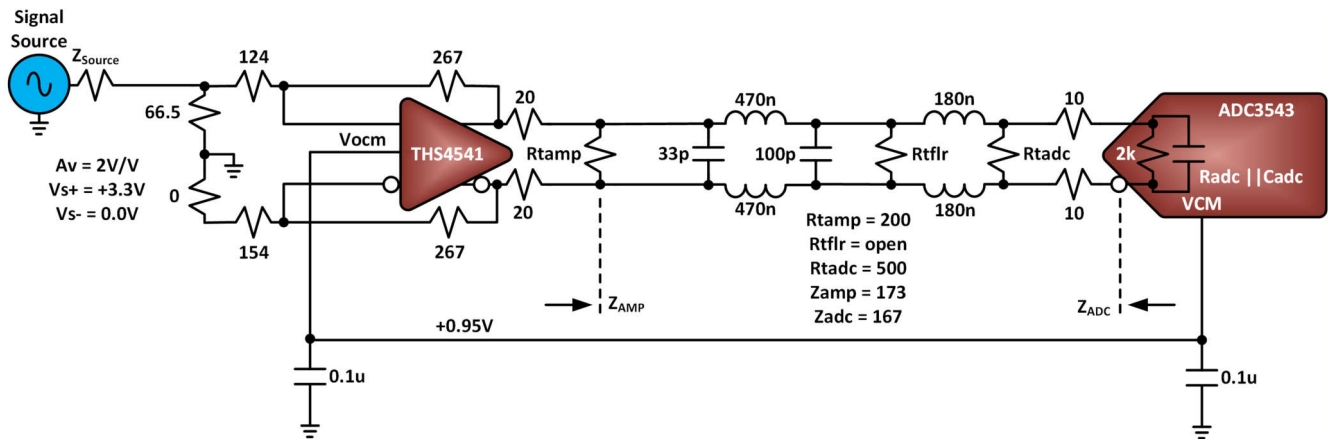

図 5-4. 実際の DC 結合設計例のブロック図
- 図 5-4 に基づいてラボでレシーバ設計を構築し、ステップ 1 で概説されているすべての要件に従って、いくつかのテスト測定値を収集します。この例では、THS4541 FDA および ADC3543 の評価基板テストボード (EVM) を使用しますが、通常、このような設計を調達するための便利な変更オプションがいくつか提供されています。半田ごては付属していません。